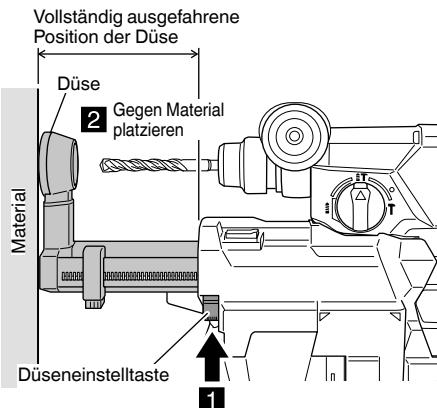

Abb. 5
- (1) Drücken Sie die Einstelltaste der Düsenposition und achten Sie darauf, dass sich die Düse in der vollständig ausgefahrenen Position befindet. (**Abb. 5**)
- (2) Halten Sie das Werkzeug so, dass die Schalter nicht gedrückt werden, und drücken Sie die Düse gegen das Material, in das gebohrt werden soll. (**Abb. 5**)